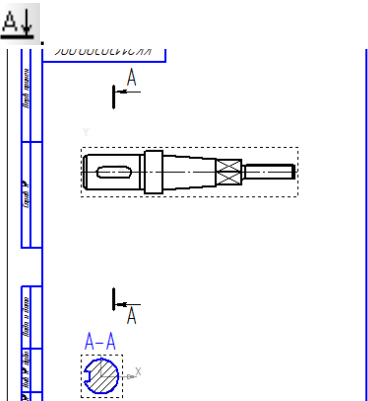

Рис. 33
**модели**  . Щелчком мыши переместить и зафиксировать фантом в свободном месте (см. рис. 33).